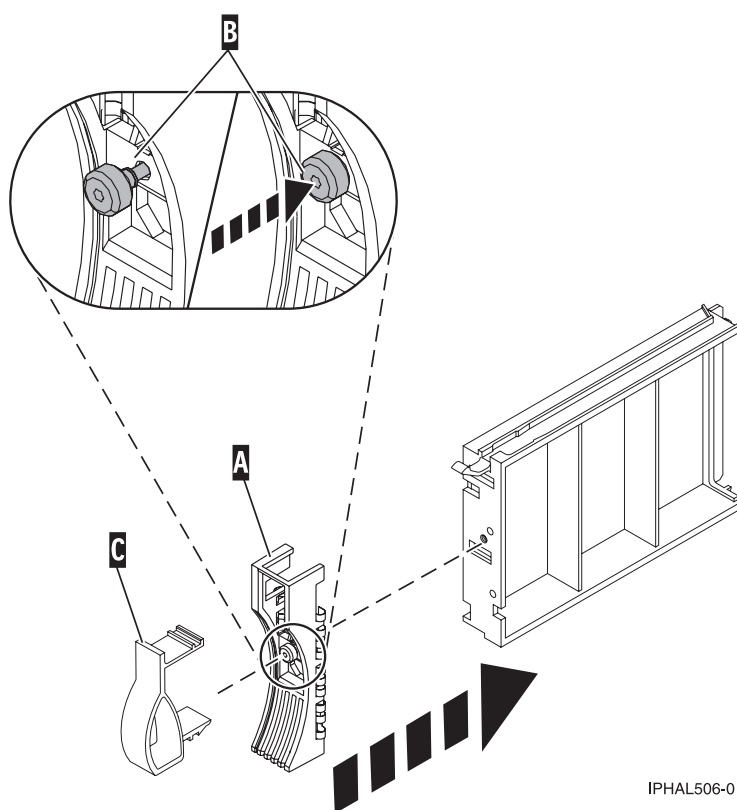

Figura 49. Instalación de una placa frontal en un panel de relleno de unidad de disco
3. Instale la pieza de cierre de la placa frontal (**C**) en la parte anterior de la unidad de disco o panel de relleno, tal como se muestra en la Figura 49.